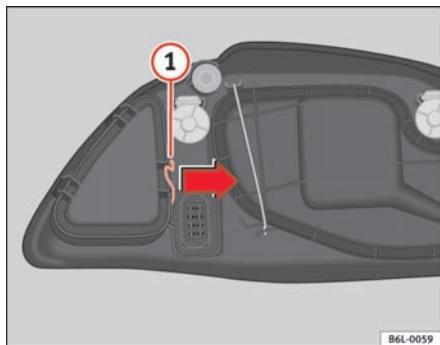

Fig. 148 Luz intermitente
- Desplace el tirante 1 \Rightarrow fig. 148 en el sentido de la flecha y retire la tapa.